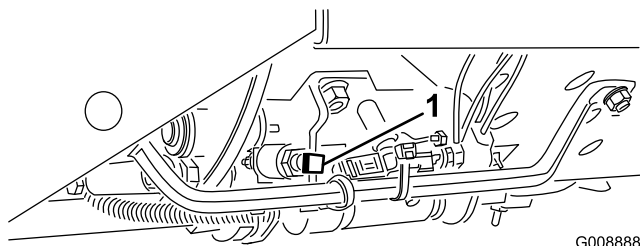

Figure 17
**Important:** La vitesse de tonte est réglée à l'usine à 9,7 km/h. Vous pouvez l'augmenter ou la réduire en réglant la vis de butée de vitesse (Figure 17).